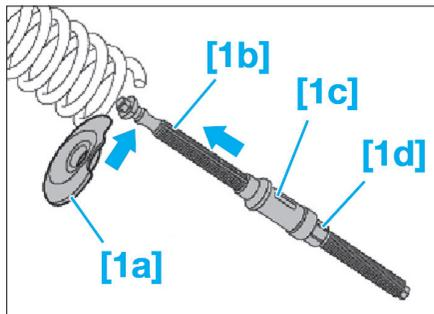

Fig. 44
- Positionner la coupelle de ressort inférieure [1a] au centre du ressort hélicoïdal et la tourner jusqu'à la spire la plus basse (Fig.44).